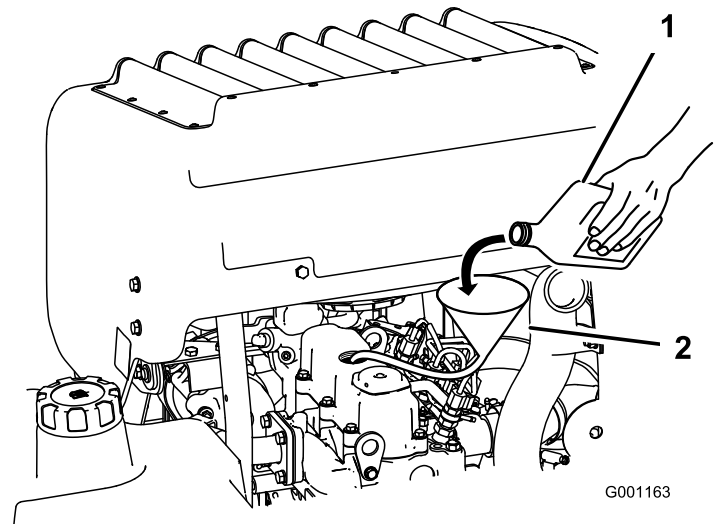

Figure 65
3. Utilisez un flexible et un entonnoir pour faire l'appoint d'huile moteur (Figure 65).